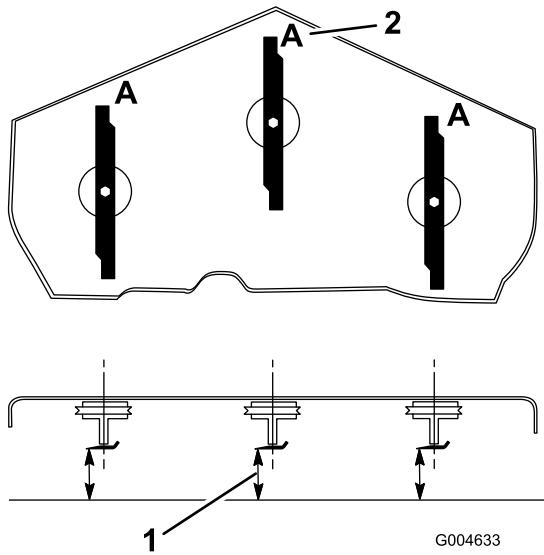

図 72
- ブレードが前後方向を指すように回転させる(図 72)。A の位置で(図 72)、平らな床面からブレードの刃先までの高さを測る。測定値を記録する。